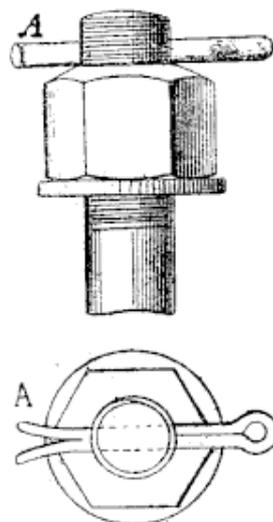

FIG. 16.
*Goupille.* — Un autre moyen consiste à percer un trou dans la tige du boulon et à y placer une goupille. (Fig. 16.)
après serrage, placer une goupille. (Fig. 16 bis.)
FIG. 16 bis.